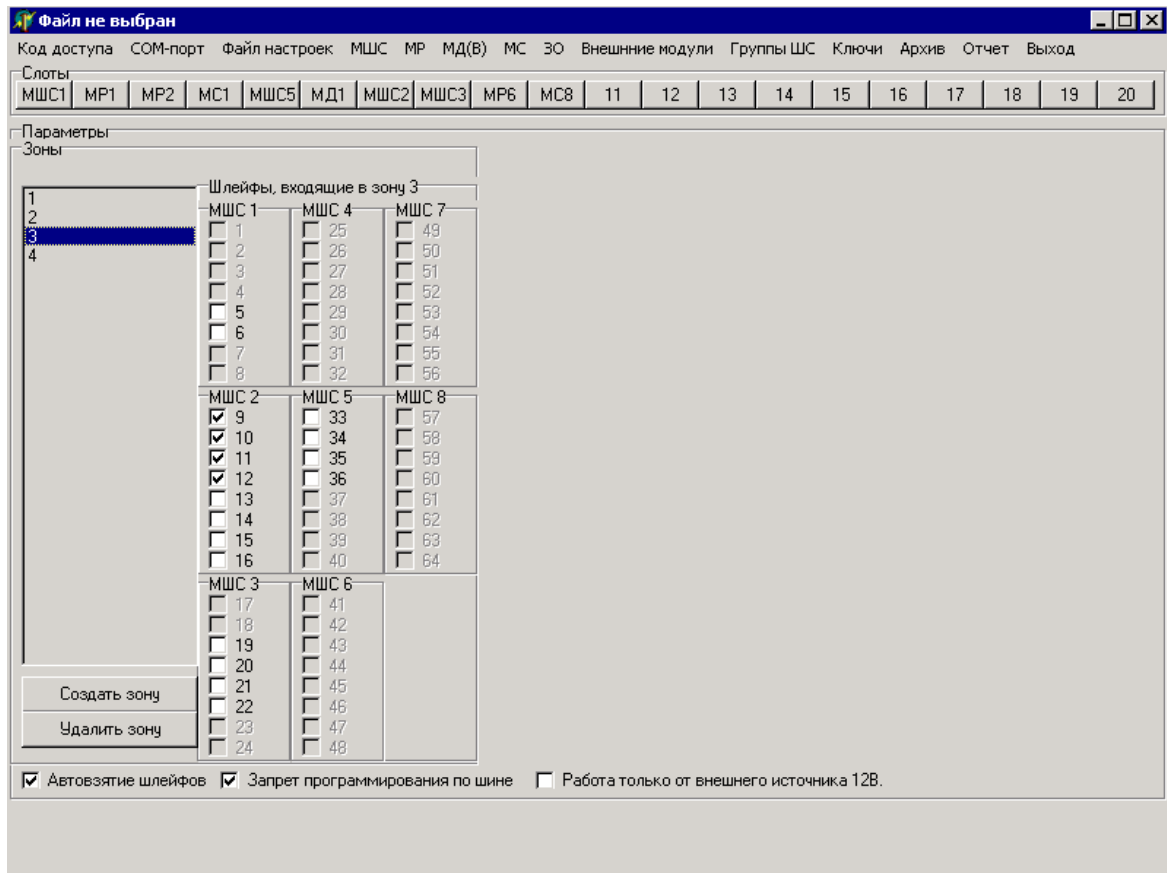

Рисунок 15
2.1.5.4 Для удаления ранее созданной зоны необходимо переключить фокус на удаляемую зону в списке всех зон прибора (выделить удаляемую зону левой клавишей мыши) и нажать командную кнопку «Удалить зону» панели «Зоны» (рисунок 15):